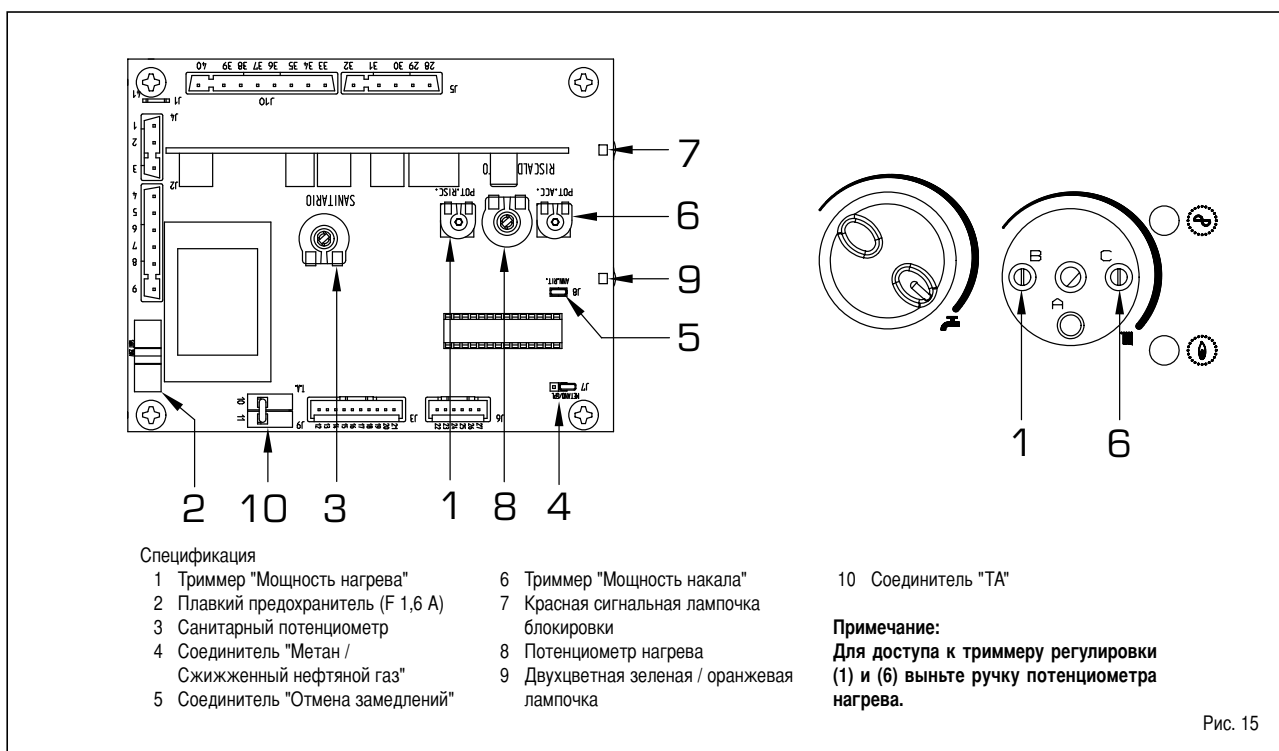

Рис. 15
Электронная плата снабжена следующими механизмами (рис.15):
Для регулировки мощности нагрева путем изменения фабричной калировки, равной 16 кватт в модели "25", 20 кватт в модели "30" и 22 кватт в модели "35", необходимо с помощью отвертки изменить положение триммера мощности нагрева (1 рис.15). Для увеличения давления поверните триммер по часовой стрелке, для уменьшения давления поверните триммер против часовой стрелки. Для более быстрого определения необходимой мощности нагрева приводятся диаграммы давление / мощность для природного газа (метана) и газа бутана или пропана (рис. 19 - 19а - 19 б).
- Разберите коллектор горелок (3)
- Замените главные сопла (6) и медный диск /4/ другими из комплекта; для выполнения этой операции используйте гаечный ключ 7.
- Вставьте мостик коннектора "МЕТАН /СЖИЖЕННЫЙ НЕФТЯНОЙ ГАЗ" электронной платы на позицию, соответствующую используемого газа (4 рис.15)